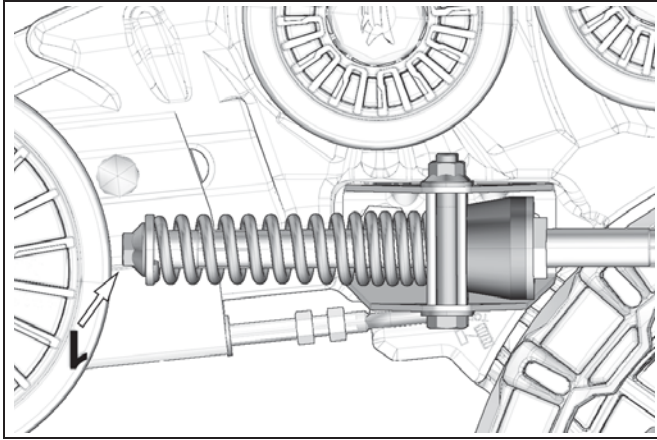

Figure 4
- Vérifier que le boulon du ressort (1) est serré au couple recommandé [40 N•m] et que les composantes du bras stabilisateur sont dans le bon ordre. Voir la Figure 4.